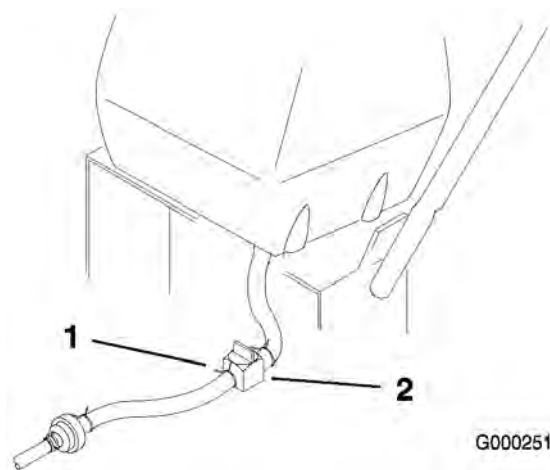

Figura 35
2. Cierre la válvula de cierre de combustible del depósito de combustible (Figura 35).
3. Apriete los extremos de la abrazadera y deslícela por el tubo alejándola del filtro (Figura 35).
4. Retire el tubo de combustible del filtro (Figura 35). Abra la válvula de cierre del combustible y deje que la gasolina se drene en un recipiente.
3. Cierre la válvula de cierre de combustible del depósito de combustible (Figura 35).
7. Abra la válvula de cierre de combustible del depósito de combustible (Figura 35).